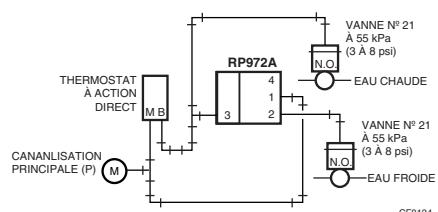

Fig. 6. Relais RP972A utilisé pour commander une vanne d'eau froide.
Le relais RP972A est utilisé pour inverser un signal pneumatique dans un ordre de grandeur directement proportionnel à la pression d'entrée. La Fig. 6 montre comment le RP972A commande une vanne à eau froide (EF). Lorsque la température augmente, le thermostat à action directe (AD) augmente la pression de la canalisation secondaire, provoquant la fermeture de la vanne à eau chaude (EC) normalement ouverte (NO) et, sous l'action inverse du RP972A, l'ouverture de la vanne FE NO.